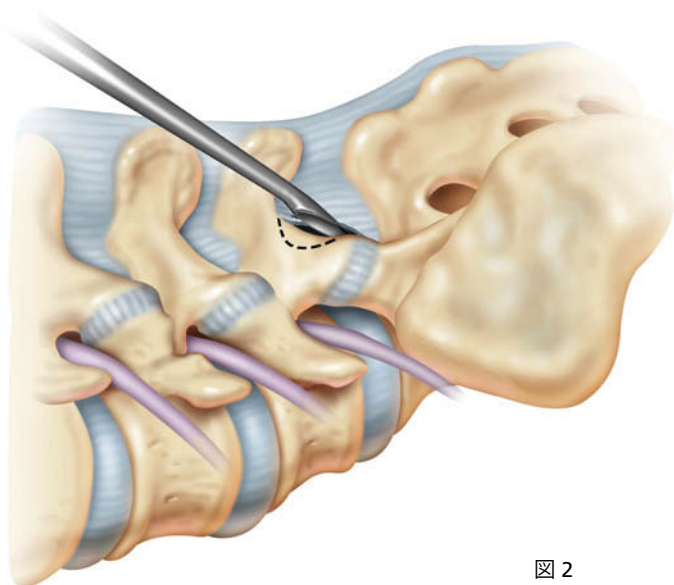

図 2
1. 椎間板腔に経椎間孔進入をやすくするために、片側に椎間関節突起切除術を実施します。多くの場合、疾病位置や瘢痕組織の存在によって決定します。キュレットを用いて、椎弓板の前方表面から黄色靭帯を切除してください。図2の点線で示す通り、ケリソン骨鉗子でL5下部の椎弓板を除去することで、黄色靭帯にアクセスしやすくなります。